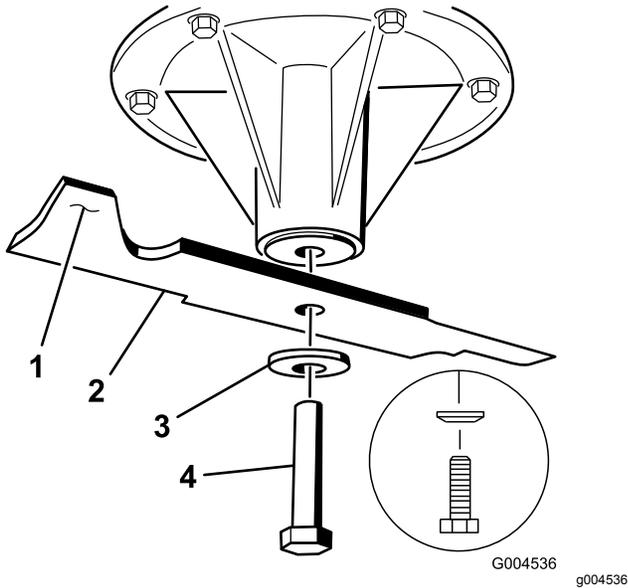

Рисунок 115
- Отверните болты левого и среднего ножей, снимите изогнутые шайбы и ножи с валов шпинделей (Рисунок 115).
- Отверните болт правого ножа (болт с левой резьбой), снимите изогнутую шайбу и нож с вала шпинделя (Рисунок 115).
1. Установите левый и средний ножи, изогнутые шайбы и болты ножей на валы шпинделей (Рисунок 115 и Рисунок 116).
Примечание: Установите изогнутую шайбу так, чтобы ее конусная часть была обращена к головке болта (Рисунок 115).
2. Установите правый нож, изогнутую шайбу и болт ножа (болт с левой резьбой) на вал шпинделя (Рисунок 115 и Рисунок 116).